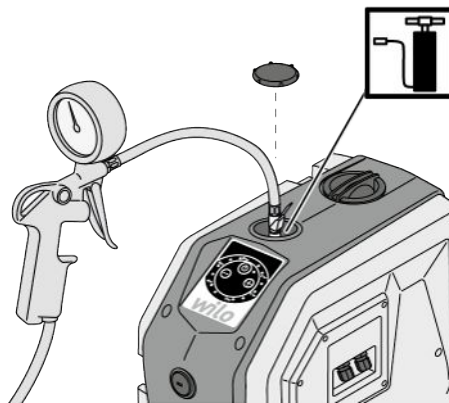
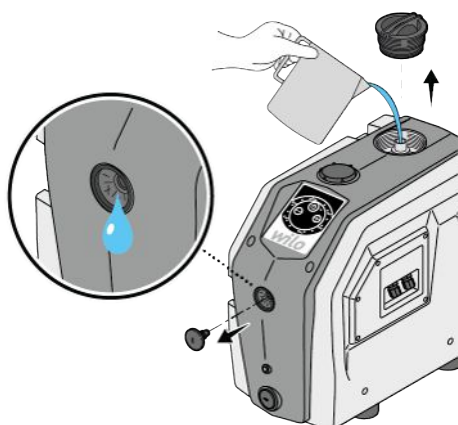

Fig. 7: Naplnenie membránovej expanznej nádoby
Fig. 10: Plnenie
1. Zatvorte uzatvárací posúvač (Fig. 7 – pol. 1, 2) na sacej strane a strane výtlaku.
1. Ak je výrobok nainštalovaný v režime sania (Fig. 7), stlačte súčasne obe ovládacie tlačidlá „+“ a „-“ na 5 sekúnd (Fig. 10).